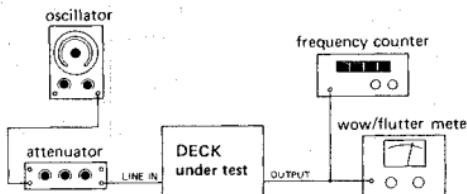

Fig. 4-11 Connection for tapespeed, wow and flutter
- Connect a frequency counter to the deck as shown in Fig.4-11.
- Fig.4-11のように周波数カウンタをデッキに接続する。
1. Connect a wow and flutter meter to the deck as shown in Fig.4-11.
1. Fig.4-11 のようにワウ・フラッタ・メータをデッキに接続する。